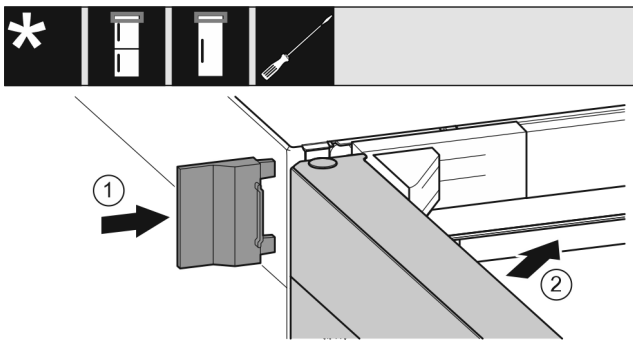

Fig. 21
- ▶ Nasuňte vnější kryt. Fig. 21 (1)
- ▶ Zavřete horní dveře. Fig. 21 (2)